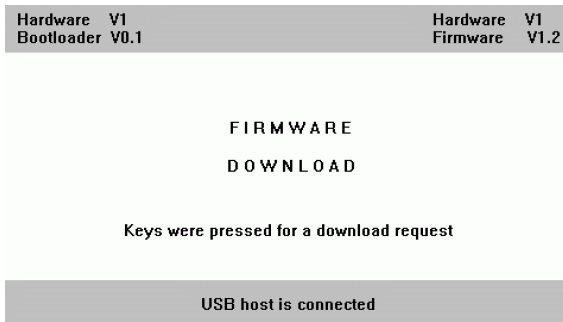

Fig. II.47 Mise à jour du logiciel (firmware update)
- ▶ Sur votre ND, appuyez **simultanément** sur la touche C et sur la touche ENTER **et mettez votre ND sous tension**. Le ND affiche alors les versions actuelles installées pour le matériel et le logiciel. Il est prêt pour le téléchargement du logiciel (firmware download, voir Fig. II.47).